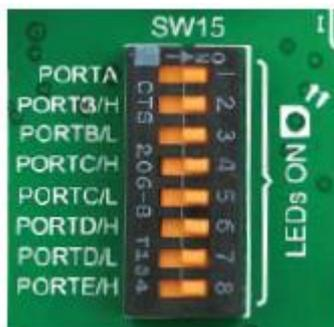

Рисунок 6-6: SW15.1 через SW15.8 переключатели используются для включения светодиодов порта
Светодиоды являются высокоэффективным источником света. При подключении светодиодов, необходимо последовательно поместить ограничительный резистор так, чтобы светодиоды были представлены с текущим значением, указанным изготовителем. Ток варьируется от 0.2мА до 20 мА, в зависимости от типа светодиода и производителя. Плата EasyMx v7 for STM32 использует слаботочные светодиоды с типичным потреблением тока 0.2мА или 0.3мА. Плата содержит 67 светодиодов, которые можно использовать для визуальной индикации логического состояния на выводах порта. Активный индикатор показывает, что высокий логический уровень (1) присутствует на выводе. Для того чтобы индикаторы порта стал активным, необходимо включить соответствующий DIP-переключатель на SW15 (Рисунок 6-6).